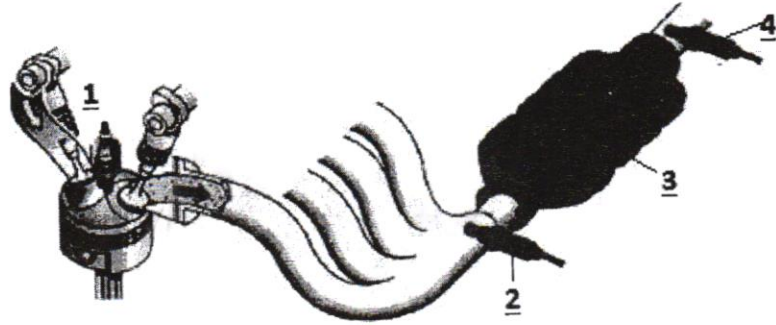

Figure 2
- 5- Sur la figure 2 est représentée une partie du système de dépollution. Identifiez les éléments numérotés 2, 3 et 4 sur la figure 2.